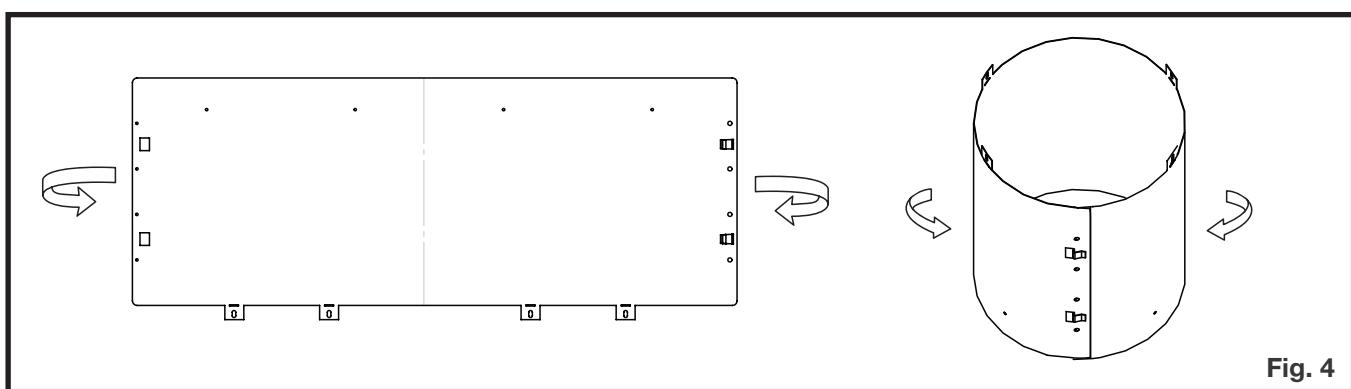

Fig. 4
4. Enlevez la douille d'évent comme illustré et assurez-vous de fixer les extrémités ensemble (**Fig. 4**).